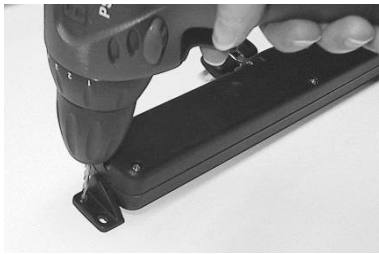

Fig. 14
- D. Taladrar el marco de la ventana en los puntos indicados (Fig. 14).